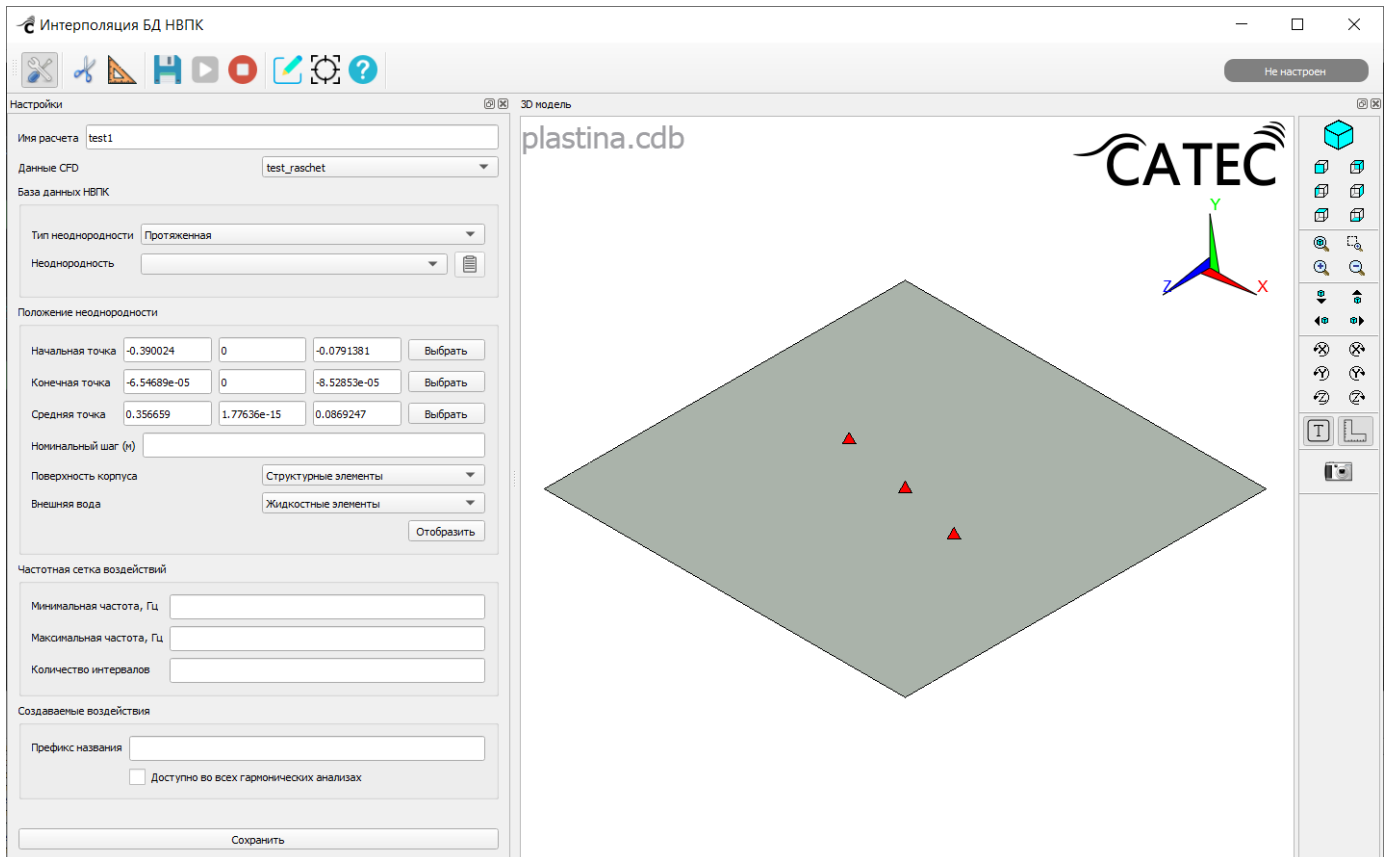

Рисунок 176 – Выбор начальной, конечной и средней точки на 3D-модели КЭМ
- при типе неоднородности «Протяженная»: необходимо ввести координаты точек «Начальная точка», «Конечная точка», «Средняя точка» или указать эти точки на 3D-модели КЭМ. Значения точек обозначают положение неоднородности (начало, конец и центр) на поверхности корпуса модели. Указанные точки образуют плоскость, пересечение которой с поверхностью модели образует линию неоднородности (Рисунок 176). Точки расставляются на линии с шагом, близким к параметру «Номинальный шаг».